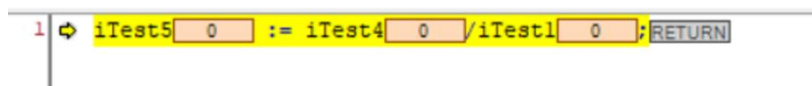

图 16.23 定位至除数为 0 处
- 使用快捷键 F10 直到定位到程序中异常的位置，如图 16.23 所示；